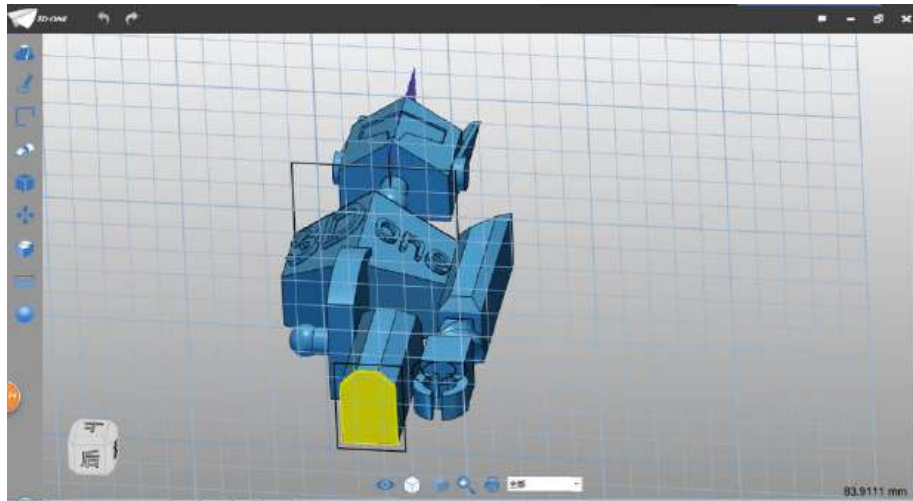

图 4-7
Step 7 点击确定，完成倒角。选择草图矩形命令，草图基准面选择如下图 4-7 所示：